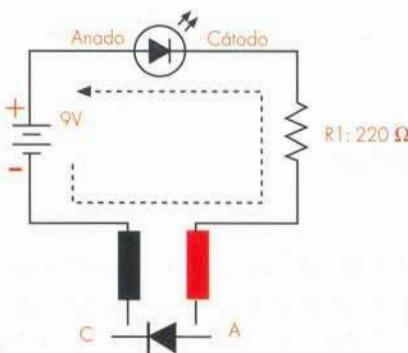

Figura 1. Diagrama esquemático
- 1 • Arme en el protoboard el circuito que aparece en el diagrama esquemático de la figura 1, usando como guía el diagrama pictórico.
- 2 • Inicialmente una los cables sueltos al diodo D1 en el sentido que muestra el diagrama pictórico, o sea que su cátodo (C) vaya al negativo de la batería. El LED se encenderá indicando que la corriente fluye a través del diodo D1.
- 3 • Ahora invierta el sentido del diodo, o sea, que al ánodo (A) vaya al negativo de la batería. En este caso, ninguna corriente fluye a través de diodo y por lo tanto, el LED permanecerá apagado.